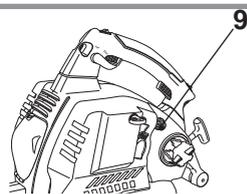

Fig. 14
- > Utilisez l'amorce [9] lorsque vous démarrez l'appareil et que le moteur est froid (Fig. 14).